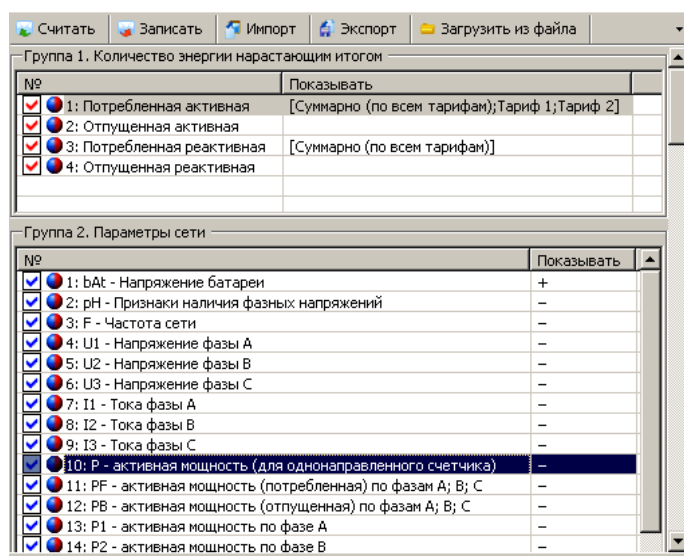

Рисунок 7.20 – Окно раздела «Конфигурация» → «Вывод на ЖКИ»
- перейти в раздел *«Конфигурация»* → *«Вывод на ЖКИ»* и составить списки выводимых на ЖКИ параметров *LIST1-LIST6\**. Списки параметров *LIST1-LIST6\** позволяют выбрать для просмотра параметры соответственно из шести первых групп. Для групп 1, 4 и 6 выбираются значения выводимые для каждого направления учета, для остальных указывается: показывать («+») или не показывать («-») конкретные кадры (рисунок 7.20).
- перейти в раздел «Конфигурация» → «Вывод на ЖКИ» и составить списки выводимых на ЖКИ параметров *LIST1-LIST6* (см. ПРИЛОЖЕНИЕ Б). Списки параметров *LIST1-LIST6* позволяют выбрать для просмотра параметры соответственно из шести первых групп. Для групп 1, 4 и 6 выбираются значения выводимые для каждого направления учета, для остальных указывается показывать («+») или не показывать («-») конкретные кадры (рисунок 7.20).